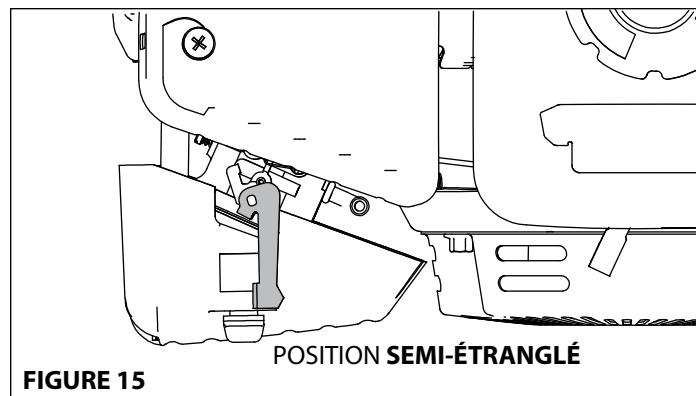

FIGURE 15
- Si le moteur est chaud ou que la température ambiante est élevée, mettre le levier du volet de départ en position **SEMI-ÉTRANGLÉ** ou **MARCHE. VOIR FIGURES 15 ET 16.**
5. Une fois que le moteur se met en marche, mettre le levier du volet de départ en position **SEMI-ÉTRANGLÉ**. **VOIR FIGURE 15.**